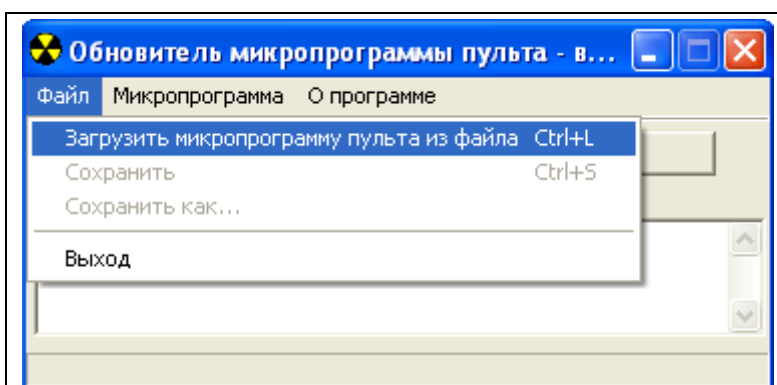

Рисунок 3.4 – Команда «Загрузить микропрограмму пульта из файла»
- 3.3 Для загрузки новой версии микропрограммы прибора «А-20» щелчком мыши введите команду из меню программы (см. рисунок 3.4):